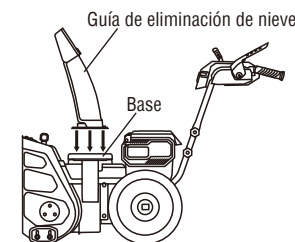

Fig. 3A
1. Coloque la guía de descarga de nieve en la base y asegúrese de que el orificio de montaje en la parte inferior de la guía de descarga de nieve se alinee con los orificios de la base. (Fig.3A)